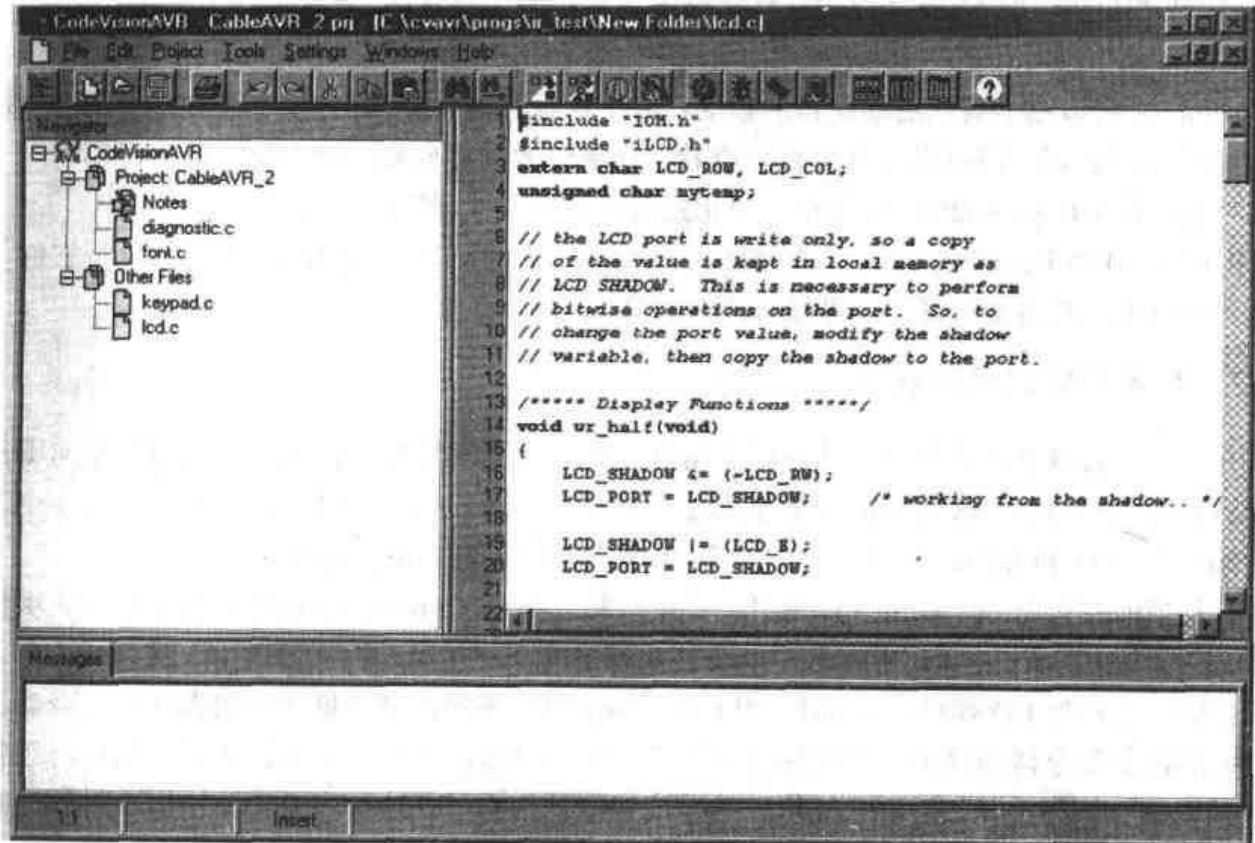

图 4-37 项目名
1. 图 4-37 所示项目的名称是什么？列出属于该项目的源文件名(4.3 节)。